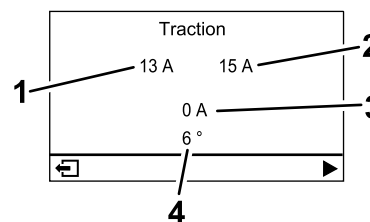

Figura 23
- **Ecrã de informações do motor (Figura 23):** mostra o ângulo atual da direção e a amperagem alocada a cada motor de tração.